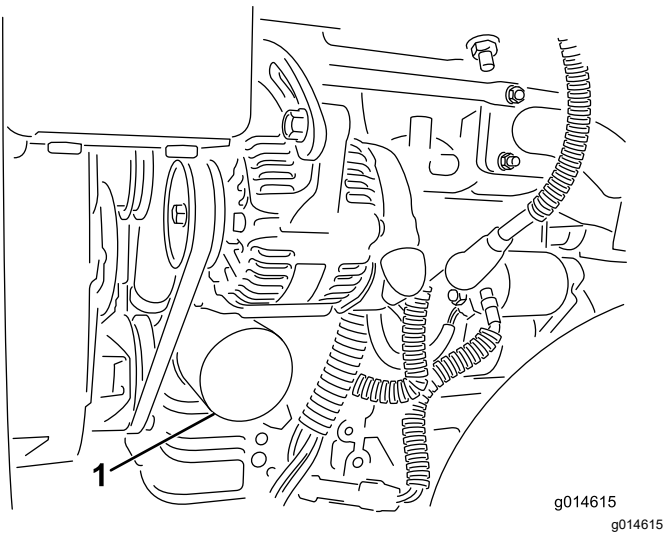

Figure 35
2. Déposez le filtre à huile (Figure 35). Appliquez une fine couche d'huile sur le joint du filtre de rechange.